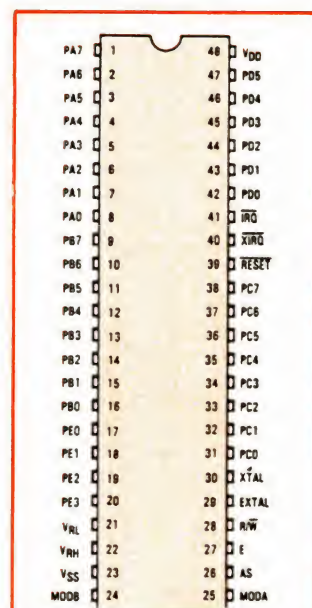

Fig. 3. - Le 68HC11 en version DIP. Il manque les entrées A/D PE4 à PE7.
- La version DIL standard à 48 pattes. Voir figure 3. Cela donne un « pavé » encombrant et qui, de plus, si l'on peut dire, ne l'est pas assez pour sortir les lignes PE4 ... PE7, ne gardant que quatre entrées analogiques. Nous avons écarté cette version.